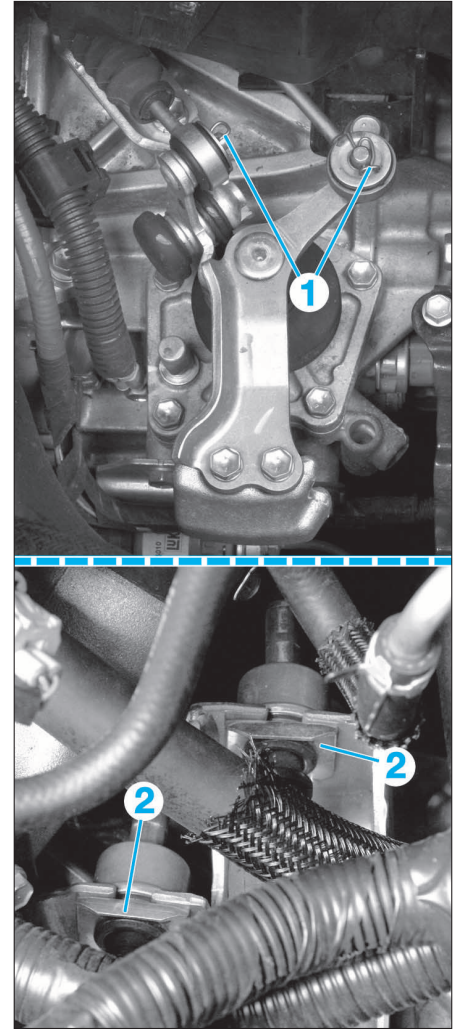

FIG. 15
- Retirer les agrafes (1 et 2)(fig. 15).